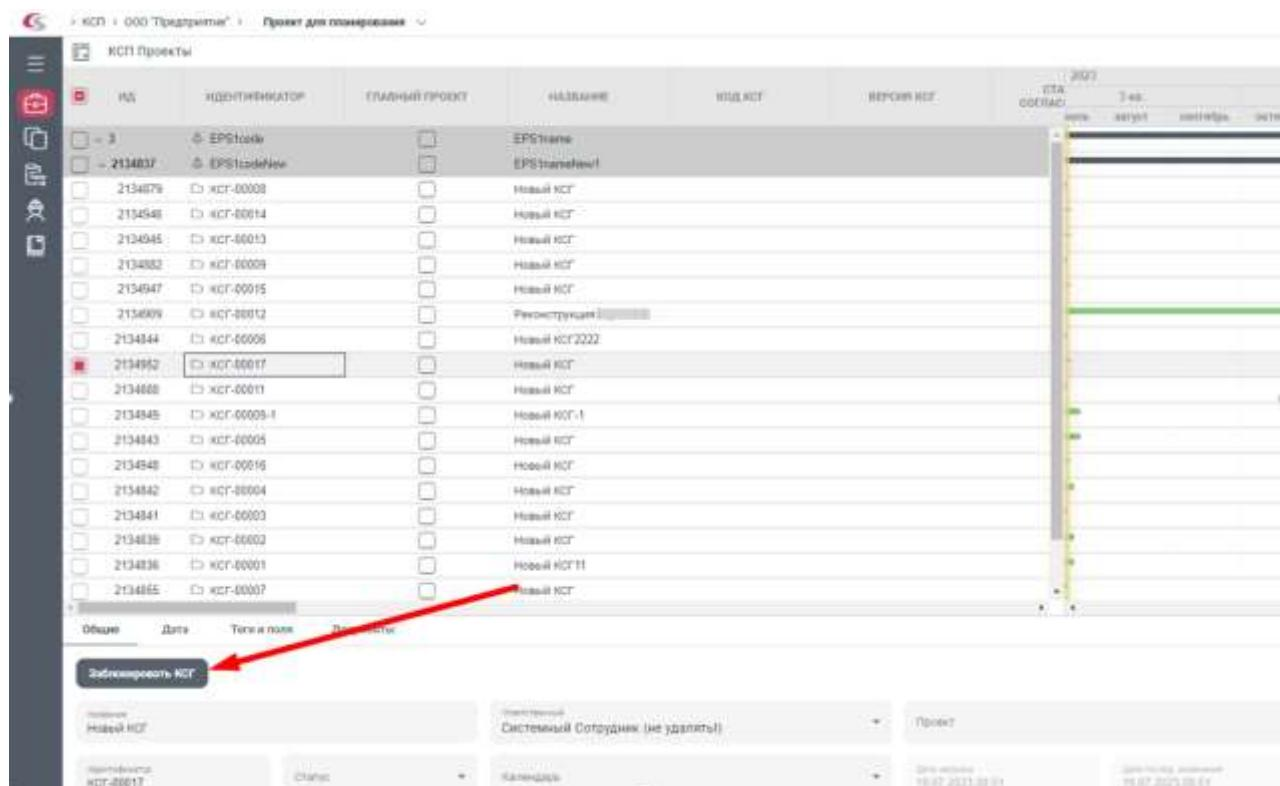

Рисунок 67 – Раздел «Проекты», блокировка КСГ от изменений
1. В разделе Проекты выделить проект и во вкладке «Общее» нажать кнопку «Заблокировать КСГ» (Рисунок 67)